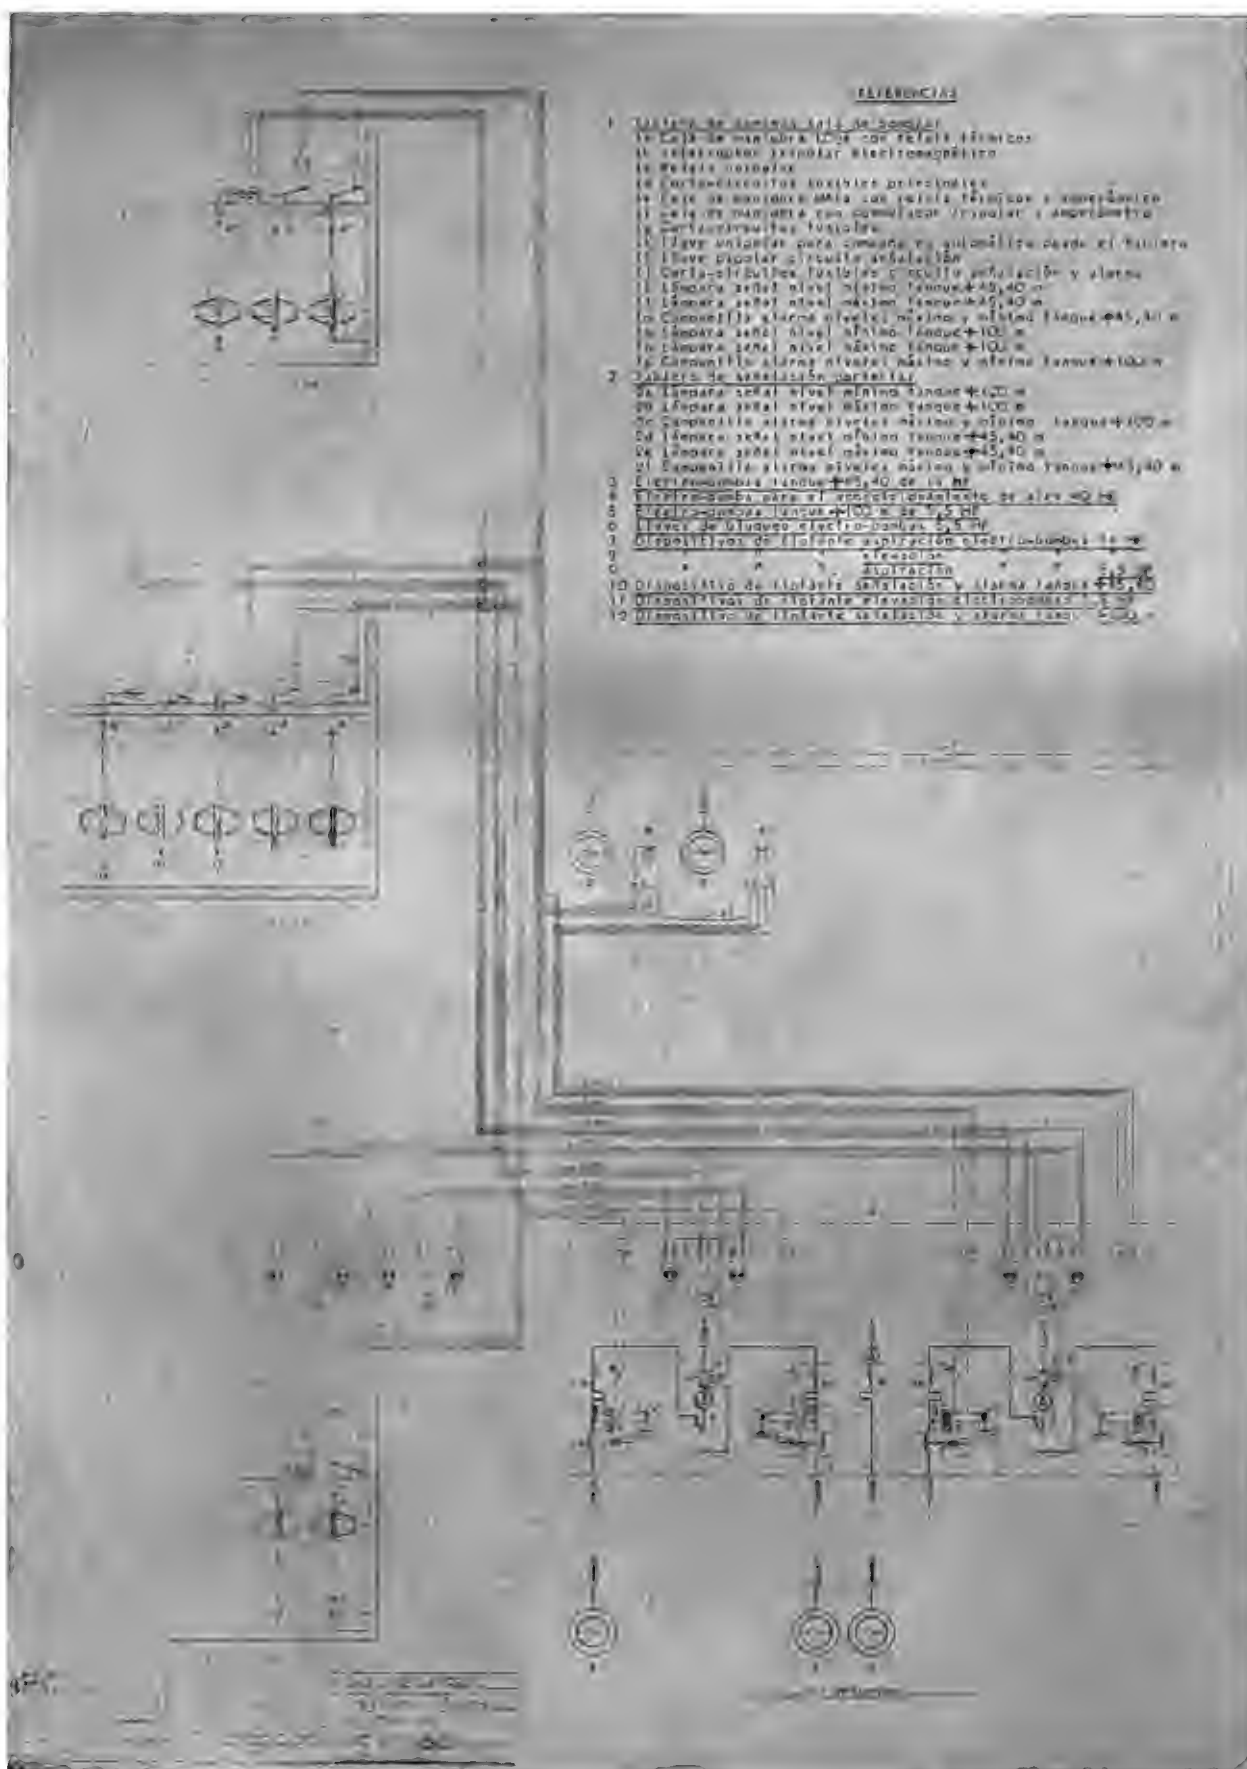

Fig. 15 - Diagrama de Hidro-elevadores
**MANIOBRAS:** Toda la maniobra eléctrica de este sistema hidro-elevador está concentrada en un tablero principal de 6 paneles, ubicado en una sección de la sala de máquinas (ver fig. 15). En él se incluye: